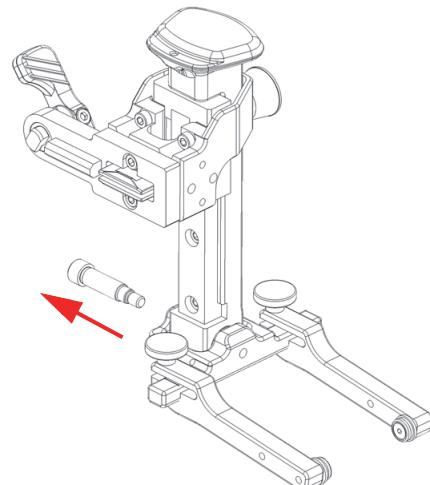

图 2-22 取下轭的旋转梁上的螺钉
4. 使用一个2.5毫米的六角键取下轭的旋转梁上的螺钉（参见第51页的图 2-22）。